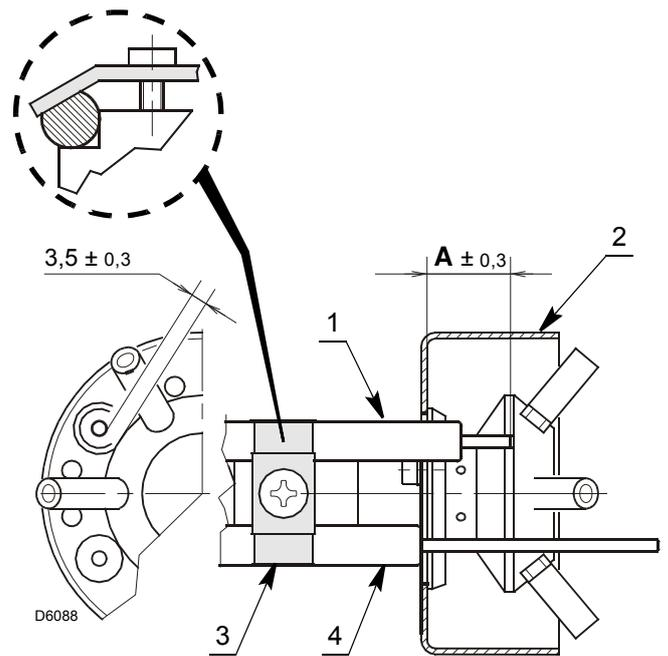

Abb. 15
- Das Einrasten der Platte 3)(Abb. 15) in der Abflachung der Elektrode 1) prüfen.